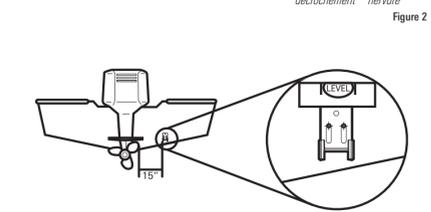

Figure 1
- La meilleure façon de localiser un emplacement libre de turbulences est de regarder le tableau arrière lorsque le bateau se déplace. Nous recommandons cette méthode si le fonctionnement optimal à grande vitesse constitue une priorité. Si ce n'est pas possible, choisissez une position sur le tableau arrière où la coque devant cet emplacement est lisse, plate et libre de protubérances ou de membrures. (Figure 1)